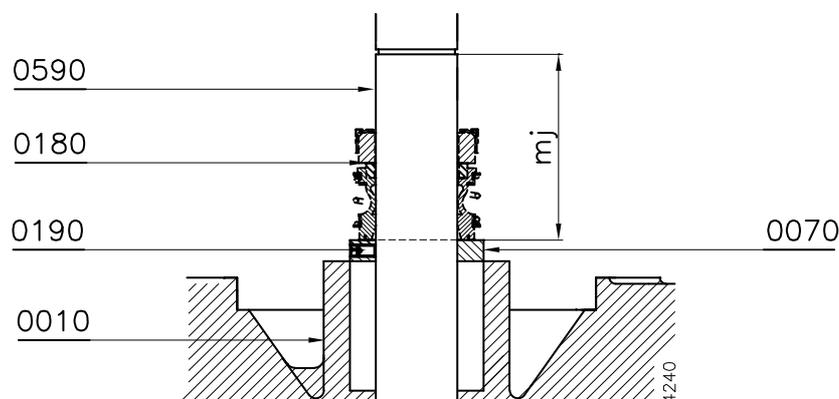

Figura 8: Regolazione della tenuta meccanica.
- 1 Montare l'anello di regolazione (0070) e bloccarlo con la vite di regolazione (0190) (su MCV20): (0210)). Per la giusta distanza vedere il valore **mj** nella tabella a seguito e la figura 8.